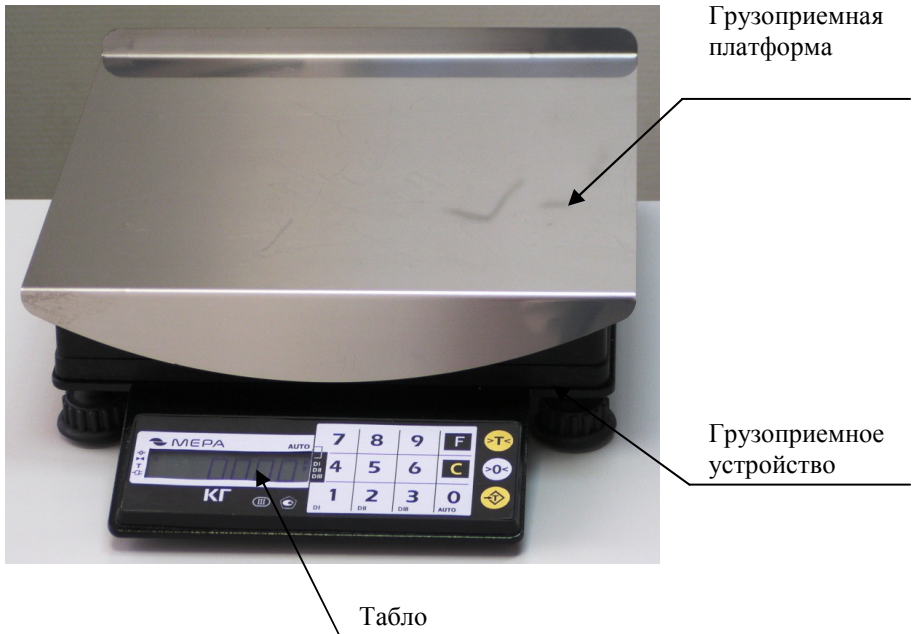

Рисунок 1 – Весы ПВм. Состав весов
3.1. Весы состоят из следующих составных частей (рисунок 1):